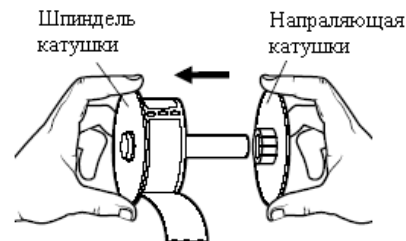

Рис. 5
4. Держа шпиндель катушки в левой руке, установите рулон с этикетками на шпиндель, так чтобы рулон раскручивался снизу, и его левая часть была плотно прижата к стенке катушки. См. рис. 5